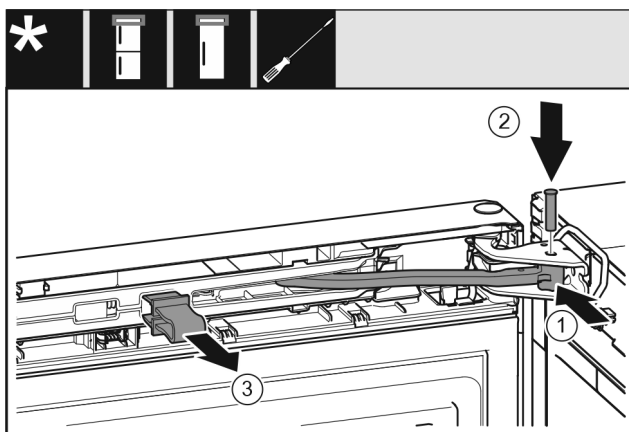

Fig. 45
- ▶ Gelenk Fig. 45 (1) in Lagerbock drehen.
- ▶ Bolzen Fig. 45 (2) in Lagerbock und Gelenk einsetzen. Dabei darauf achten, dass der Rastnocken korrekt in der Nut sitzt.
- ▶ Sicherung Fig. 45 (3) abnehmen.